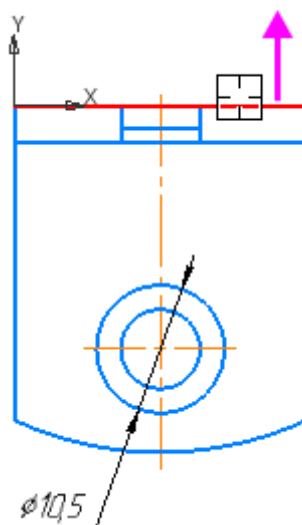

Рисунок 1
- Укажите отрезок курсором. (рисунок 1)